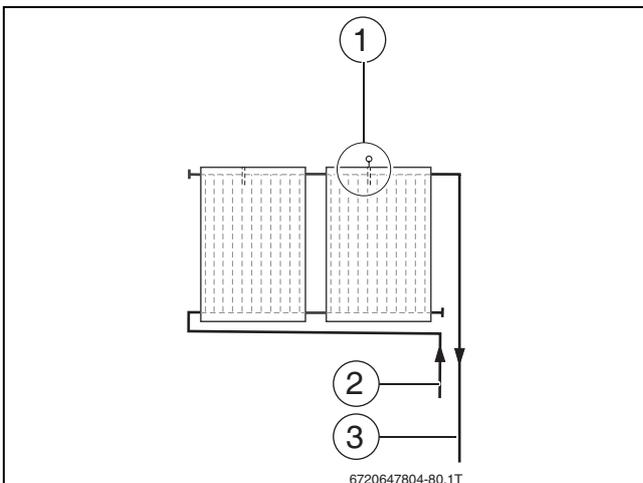

Fig. 64 Posición de la sonda del colector
- ▶ Montar la sonda del colector en el colector con la alimentación conectada (→ fig. 64).